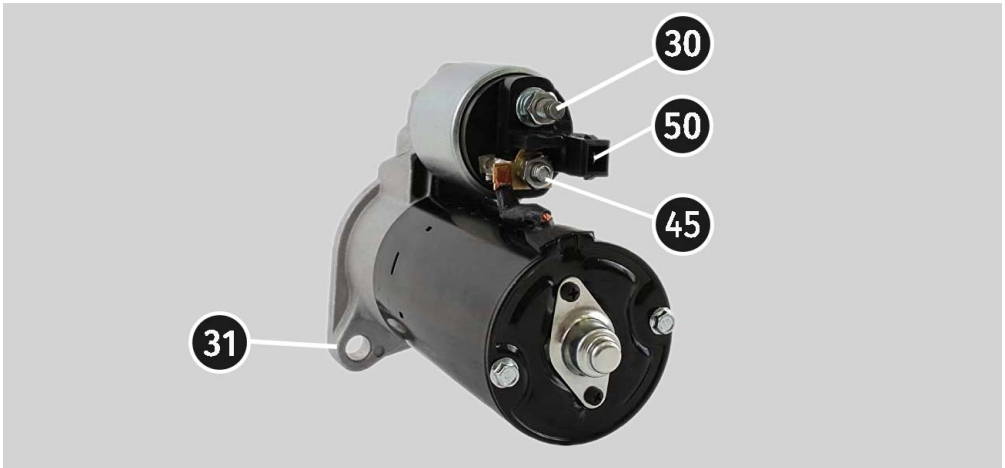

Рисунок 15. Розташування клем на стартері
3. Роз'єм стенда "50" під'єднайте до керуючого виводу соленоїда стартера клемма 50, див. рис. 15.
4. Роз'єми стенда К30 і К45 під'єднайте до відповідних клем стартера, див. рис. 15.